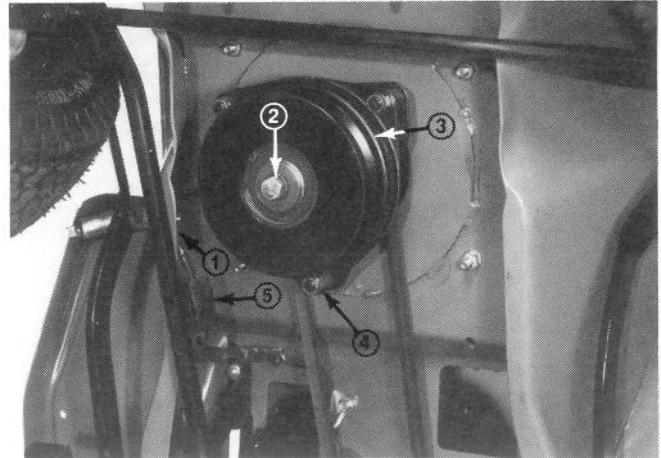

Abbildung 28
4. Die Schraube, mit der die Drahtbinde der elektromagnetischen Kupplung abgesichert wird, entfernen. Den Kabelstecker abklemmen (Abb. 28).
5. Die Schraube, mit der die Messerkupplungsgruppe an der Vorderseite der Maschine abgesichert wird (Abb. 28) und die Gruppe selbst entfernen. Dabei muß darauf geachtet werden, wie die Kupplung durch einen an die Unterseite des Aufsitzmähers angeschweißten Pfosten am Drehen gehindert wird.